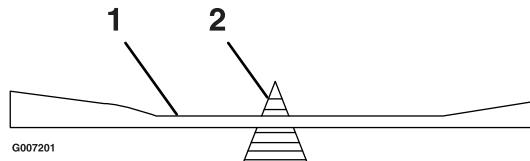

Figura 48
2. Controllate l'equilibrio della lama posizionandola su un bilanciatore (Figura 48). Se la lama rimane in posizione orizzontale, è bilanciata e può essere utilizzata. Se la lama non è bilanciata, limate del metallo soltanto dalla costa (Figura 48). Ripetete la procedura finché la lama non è perfettamente bilanciata.